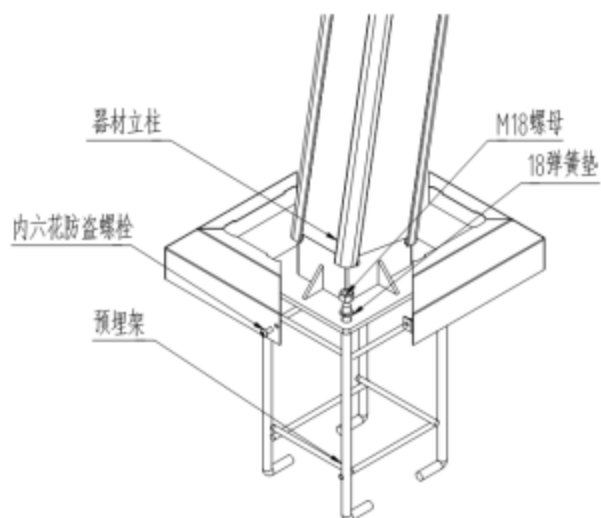

图6
- 6) 养护7天以后，向混凝土地基坑中回填场地土至与地面平齐，将器材按下图进行安装（如图6），调节器材支撑立柱和主体与场地表面垂直，垂直度公差小于1/100，拧紧螺母将固定器材并安装地罩。（注：在地基没有完全凝固之前，应有专人监护）